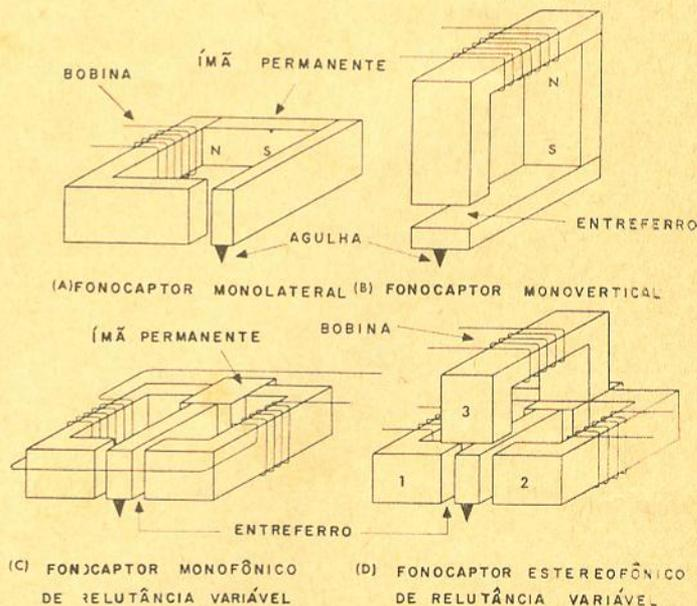

Figura 12
**Fonocaptos de relutância variável** — Dentre os fonocaptos magnéticos os mais comumente utilizados são do tipo de relutância variável. O tipo monolateral simples, ilustrado na figura 12-a, mostra o princípio de funcionamento que caracteriza os fonocapto-
A figura 12-b apresenta um fonocaptor para discos. Observe-se que o movimento vertical da agulha faz variar o entreferro, produzindo uma tensão de saída. O movimento lateral não produzirá variações na saída uma vez que não haverá variações no entreferro.
**Fonocaptor estereofônico de relutância variável** — Na figura 12-d é apresentado um fonocaptor desse tipo. Tal como foi indicado anteriormente, o fluxo procedente dos núcleos 1, 2 e 3 passará pelos respectivos entreferros formados pelo suporte da agulha com as laterais e a parte superior. Os movimentos horizontais da agulha resultarão em alterações de fluxo nos núcleos 1 e 2 enquanto que o movimento vertical ocasionará as mesmas alterações no núcleo 3. As bobinas enroladas sobre os núcleos gerarão tensões proporcionais aos movimentos horizontais e verticais da agulha.